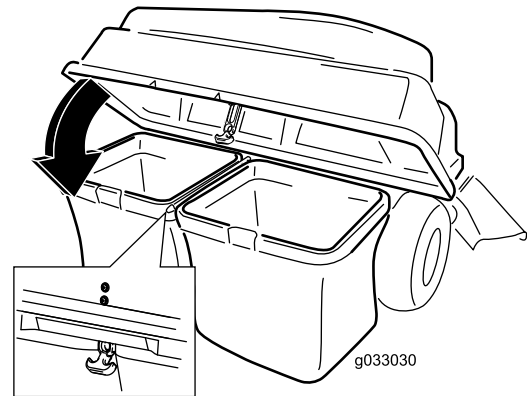

Figura 15
5. Baje la tapa del ensacador sobre las bolsas (Figura 15).